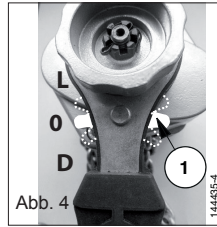

Abb. 4
2. Schalthebel (Pos. 1, Abb. 4) in Position „0“ bringen.
1. Zum Heben, Ziehen oder Spannen Schalthebel auf „L“ (Abb. 4) stellen, und den Handhebel gleichmäßig hinund herbewegen.
2. Zum Senken oder Nachlassen Schalthebel auf „D“ (Abb. 4) stellen, und den Handhebel gleichmäßig hinund herbewegen.